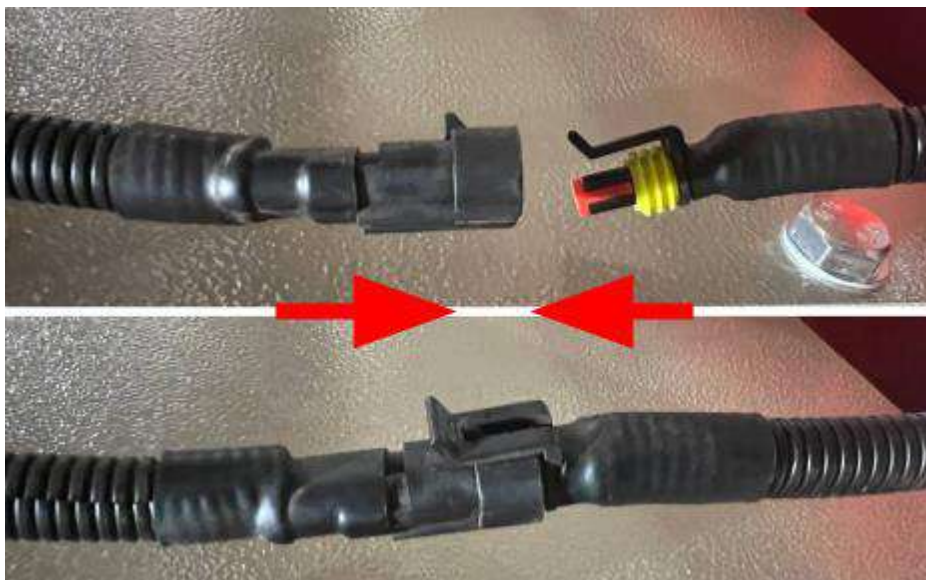

Рисунок 17. Підключення проводки кінцевого вимикача
- З'єднайте роз'єми до повної фіксації (Рис.17).